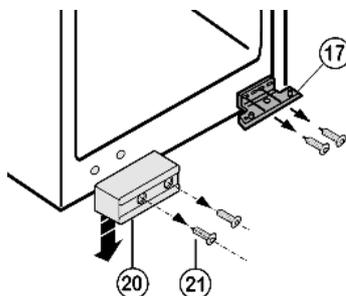

Fig. 13
► Smontare la protezione per il trasporto della porta Fig. 13 (20).
► Svitare il blocco di supporto Fig. 13 (17) inferiore.
► Avvitare il blocco di supporto inferiore Fig. 13 (17) sul lato opposto attraverso la terza e la sesta asola dall'esterno **fermamente a 4 Nm**.
► Avvitare la protezione di trasporto della porta Fig. 13 (20) sul lato opposto.